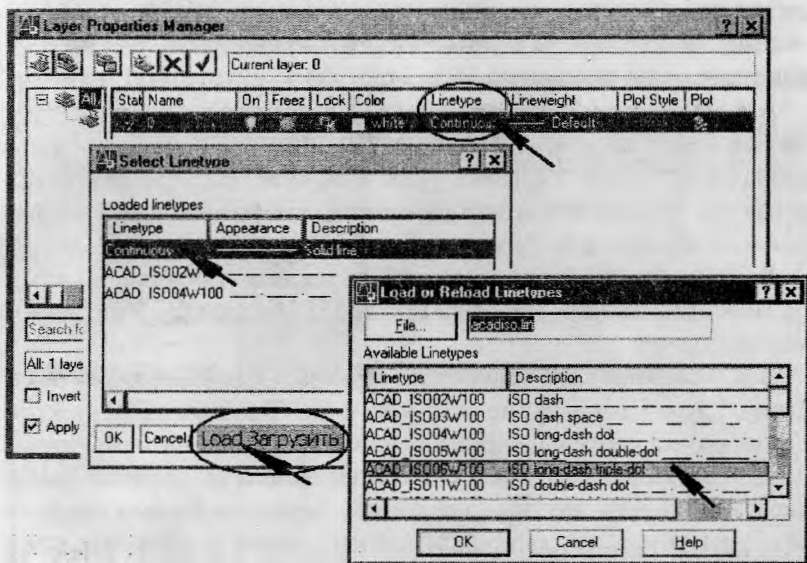

Рис. 8.4. Загрузка типов линий
Щелчком мыши в графе **Linetype (Тип линии)** выберите тип линии, если в списке появившегося диалогового окна **Select Linetype (Выбор типа линии)** нет подходящего, активируйте кнопку **Load (Загрузить)** и выберите из списка одну или несколько линий нужного типа (рис. 8.4). Нажмите кнопку **OK** в окне загрузки. Выбранные линии появятся в окне **Select Linetype (Выбор типа линии)**. Выберите щелчком мыши тип линии. Нажмите **OK** в окне выбора.
8.7. Перечертите главный вид и вид сверху детали, представленной на рис. 8.4, согласно варианту.